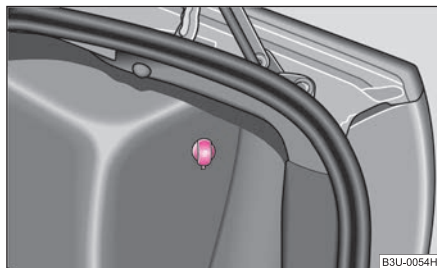

Fig. 92 Bagagliaio: Presca di corrente
- Aprire il coperchio della presa di corrente ⇒ fig. 92.